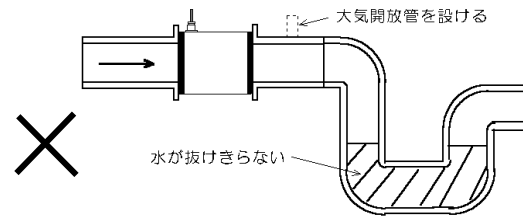

図19. 下流にトラップがあり検出器内が大気圧以下となり流れが乱れる場合
- (f) 下流にトラップがあり検出器内が大気圧以下となり流れが乱れる場合。図 19.